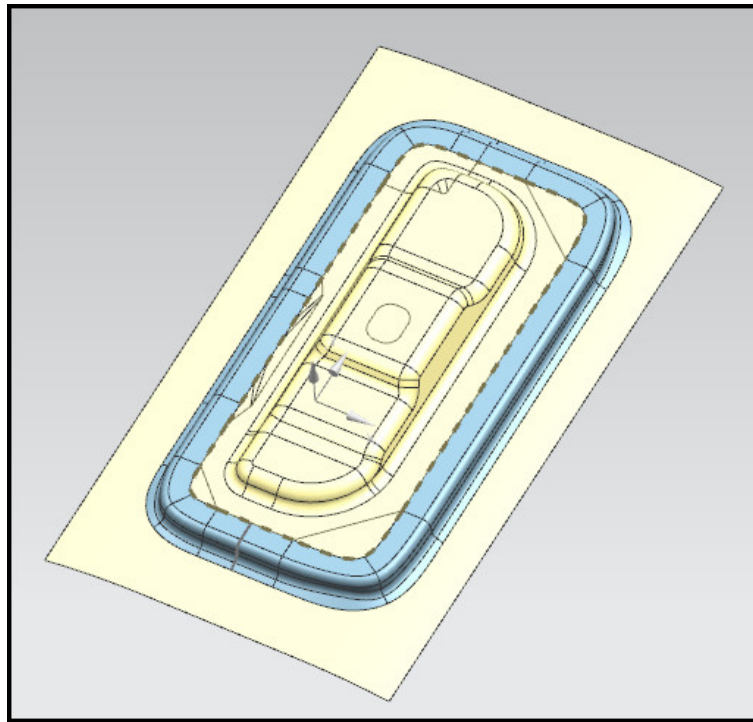

Рис. 7.23. Вытяжной переход
- В результате будет создан элемент **Прижимное кольцо**. Данный элемент будет являться **Выходом штамповки**, изображен на рис. 7.23 (для удобства отображения некоторые слои отключены).